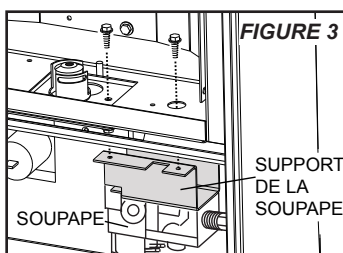

FIGURE 3
5. Retirez la soupape en débranchant d'abord l'arrivée du gaz et en retirant ensuite les deux vis servant à fixer le support de la soupape qui est accessible par le bas du caisson. (FIGURE 3)
8. Avant de remettre le brûleur en place, ajustez l'ouverture du volet d'air (venturi) conformément au type de combustible. (FIGURE 3)